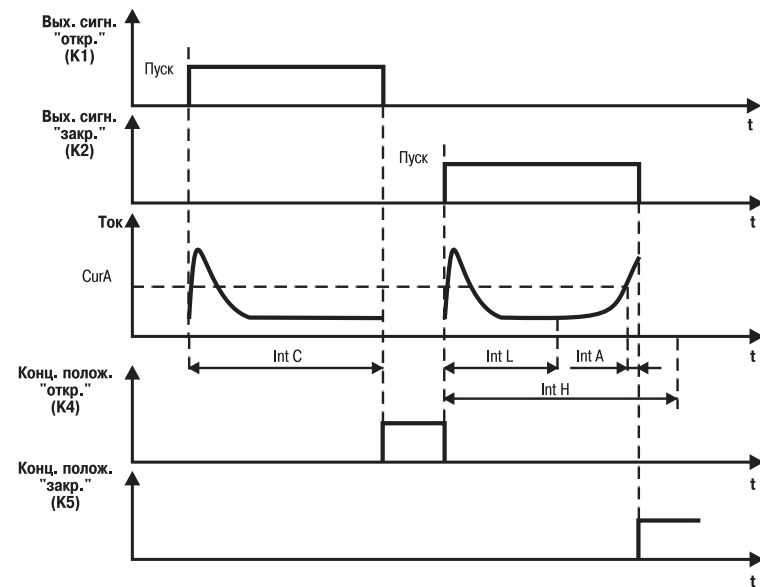

Рис. 6
3.2.11.1.2. При $PrES = 1$ закрытое положение определяется так же, как и при $PrES = 0$, а открытое – по истечении времени, заданного в программируемом параметре \bar{LntC} (рис. 6).